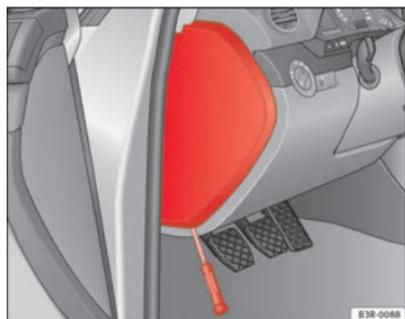

Abb. 202 Links in der Instrumententafel: Abdeckung des Sicherungskastens
- Zum Öffnen des Sicherungsdeckels ⇒ Abb. 202 einen Schraubendreher benutzen.